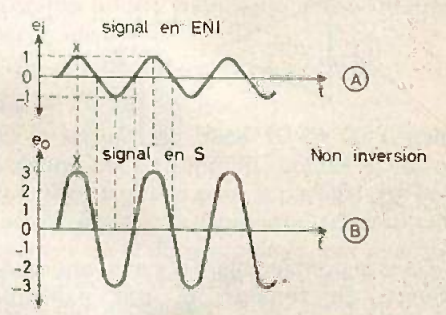

Fig. 2
Les deux signaux sont représentés à la figure 2. En (A) le signal d'entrée de 1 V crête, variant entre -1 et +1 V, donc ayant une tension crête à crête de 2 V. En (B), le signal de sortie est de 3 V (ou 6 V crête à crête). Il varie dans le même sens car les zéros, les maxima et les minima, se produisent aux mêmes temps. Par exemple, au minimum x de e_i correspond un maximum X de e_o .